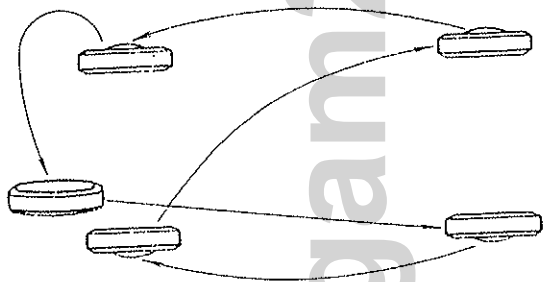

Bild 214 Reihenfolge beim Austauschen der Reifen
6) regelmäßig nach je 6000 km die Räder zusammen mit den Reifen in der in Bild 214 gezeigten Reihenfolge miteinander vertauschen. Der Reservereifen wird in den Austausch einbezogen, wenn sein Verschleiß sich nicht von dem der übrigen unterscheidet.